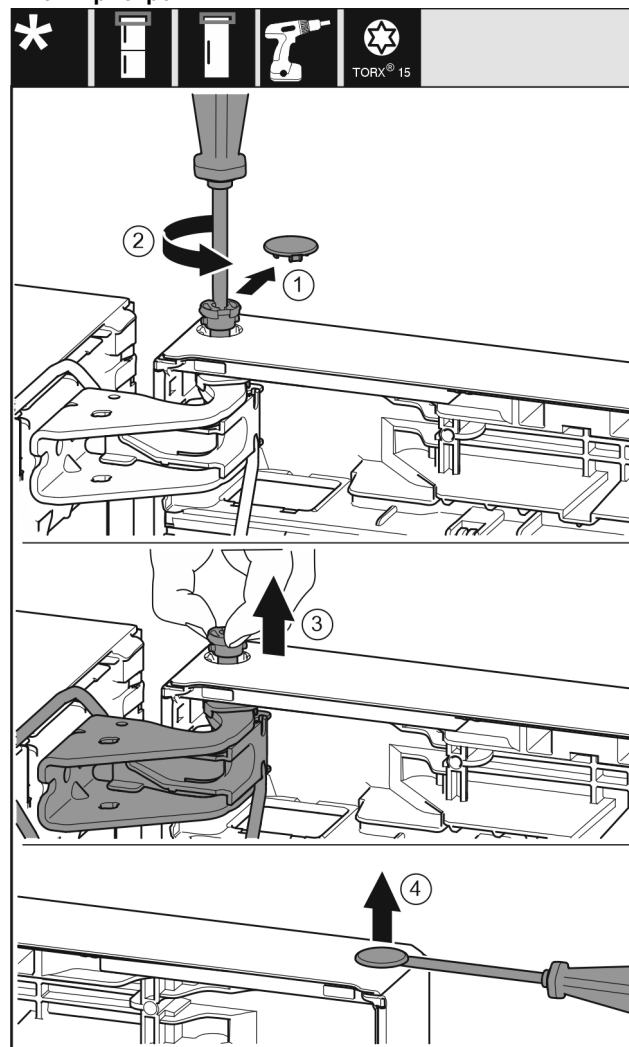

Fig. 22
- ▶ Обережно зніміть запобіжну кришку. Fig. 22 (1)
- ▶ Трохи викрутіть гвинт за допомогою викрутки T15. Fig. 22 (2)
- ▶ Притримуйте дверцята і витягніть палець руками. Fig. 22 (3)
- ▶ За допомогою шліцевої викрутки обережно підійміть пробку із опорного втулка дверцят та витягніть її. Fig. 22 (4)